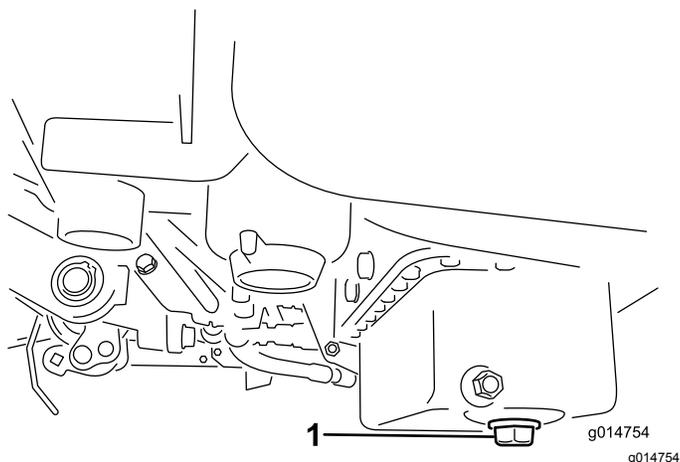

Рисунок 32
1. Снимите сливную пробку и дайте маслу вытечь в сливной поддон. Когда масло перестанет течь, установите сливную пробку на место (Рисунок 32).